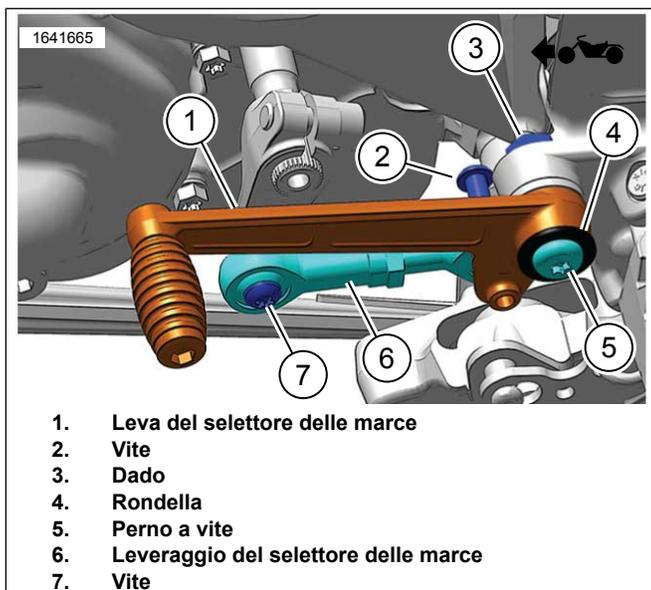

Figura 2. Rimozione della leva del selettore / leveraggio del selettore delle marce
2. Vedere la figura 2. Rimuovere la vite anteriore del leveraggio del cambio (7).
3. Vedere la figura 2. Rimuovere la vite di perno della leva del selettore (5), la rondella (4) e il dado (3).
4. Vedere la figura 2. Rimuovere la leva (1) e il leveraggio del selettore (6) dal telaio.
5. Vedere la figura 2. Rimuovere la vite (2) dal leveraggio (6) e dalla leva del selettore (1).